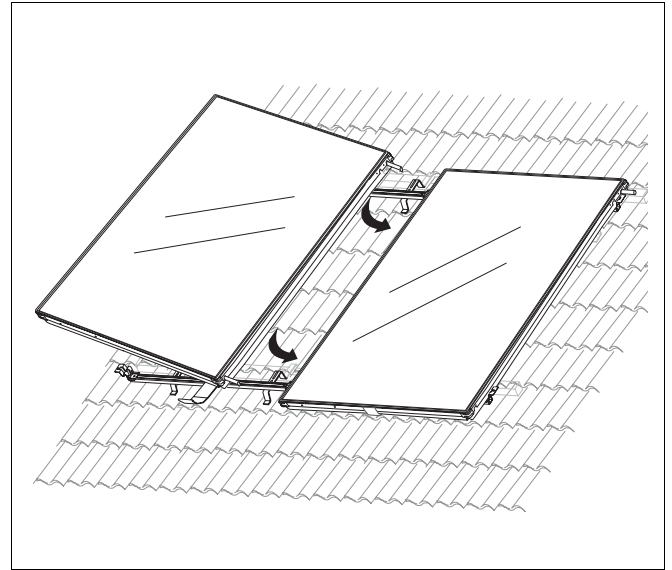

Fig. 35 Colocar el segundo colector, apretar ligeramente las abrazaderas
- ▶ Al colocar el siguiente colector, acople los tubos solares, montados previamente, a las conexiones del colector instalado (fig. 35).